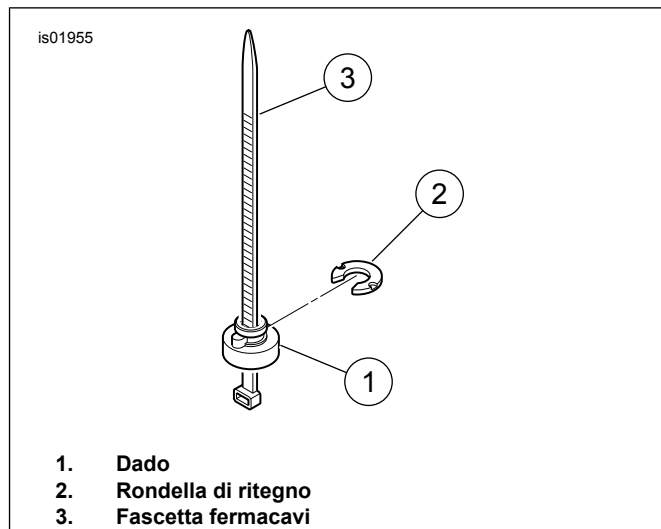

Figura 3. Dado di fissaggio, rondella di ritegno e fascetta fermacavi
4. Vedere Figura 3. Si può utilizzare una fascetta fermacavi (3) come aiuto nell'installazione.
- a. Collocare il dado di fissaggio (1) sulla fascetta fermacavi. Collocarlo in modo che l'estremità larga del dado poggi sull'occhiello della fascetta.
- d. Collocare il dado di fissaggio nel foro del parafango. Dal fondo far scorrere la rondella di fissaggio (2) in posizione. Il dado di fissaggio è ora ben fissato.